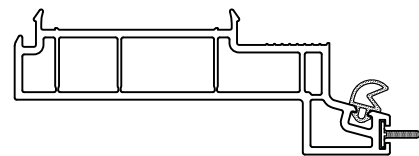

Abb. 3 Deckleiste 2881 horizontal mit Dichtung G031 und G045.1
- Dichtung **G031** einziehen und die Enden am Profil verkleben Dichtungslage beachten! (Abb.3)